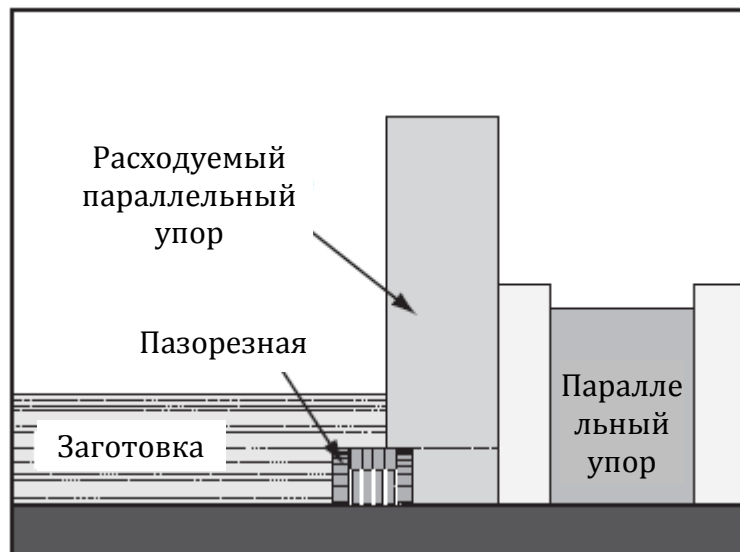

Рис. 52. Шпунтование
3. Отрегулировать параллельный упор и выровнять заготовку для выполнения резания, как показано на рис. 52.